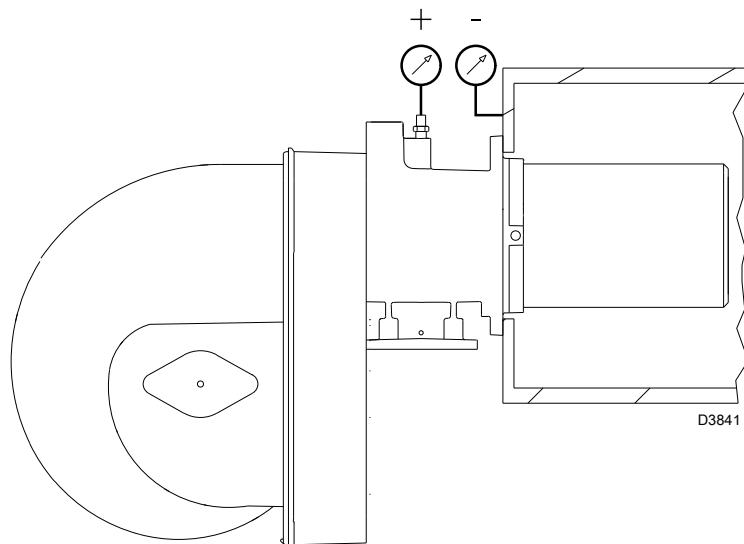

图 27
- ▶ 在最小燃气压力开关的压力测试点 1）（图 27）处安装一个压力表检查燃气供应压力：供气压力必须低于燃气阀组所能允许的最大压力，见燃气阀组数据标牌。
- ▶ 将燃气阀组管路中的空气排净，连接一个塑料管到最小燃气压力开关的压力测试点 1）（图 27）。将该塑料管伸到建筑物外，可以闻到燃气的味道。